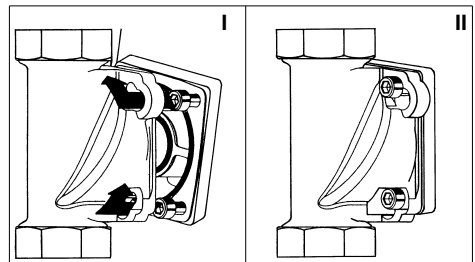

Abb. 3: Einbaudrehflansch mit Bajonett
- Die Köpfe der vier Flanschschrauben durch die Bajonettbohrungen am Einbaudrehflansch stecken (siehe Abb. 3 I).
- Die Hauswasserstation im Uhrzeigersinn bis zum Anschlag drehen (siehe Abb. 3 II).